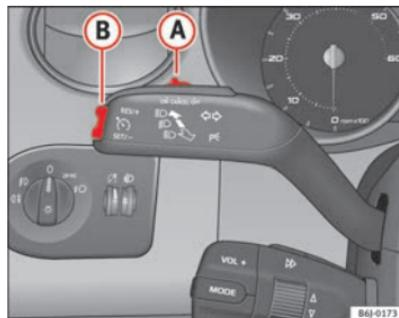

Abb. 108 Blinker- und Fernlichthebel: Schalter und Wippe für die Geschwindigkeitsregelanlage
- Drücken Sie den unteren Teil der Wippe **SET** \Rightarrow Abb. 108 **B** einmal kurz, wenn die zu speichernde Geschwindigkeit erreicht worden ist.